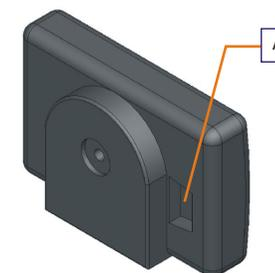

Figure 2. Liaison BUS 6 voies
- une embase de liaison par bus 6 voies (Figure 2. rep A)